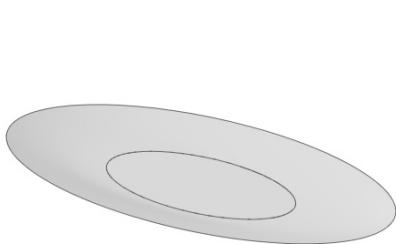

图 6-157 鱼盘曲面模型
(3) 鱼盘曲面模型如图 6-157 所示, 使用扫描曲面、平面等工具绘制模型。